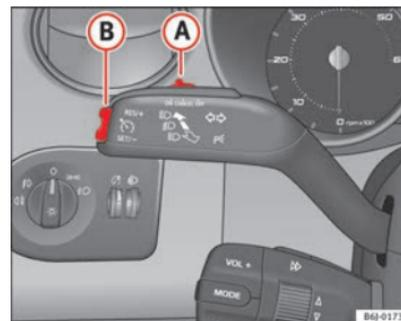

Fig. 120 Alavanca das luzes indicadoras de mudança de direcção e dos máximos: comando e botão basculante para o regulador de velocidade
- Quando tiver alcançado a velocidade que quer programar, pressione brevemente a parte inferior do botão basculante **SET** ⇒ Fig. 120 (B) uma vez.